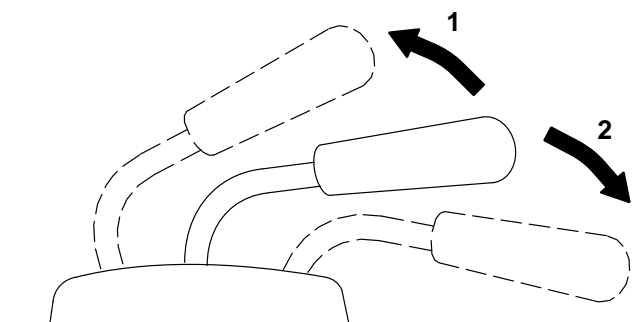

Abbildung 21
2. Den Hubhebel nach OBEN ziehen, um das Zusatzgerät anzuheben (Abb. 21). Dadurch wird das Zusatzgerät angehoben und in gehobener Position gehalten.
2. Den Hubhebel nach UNTEN drücken, um das Zusatzgerät abzusenken (Abb. 21).